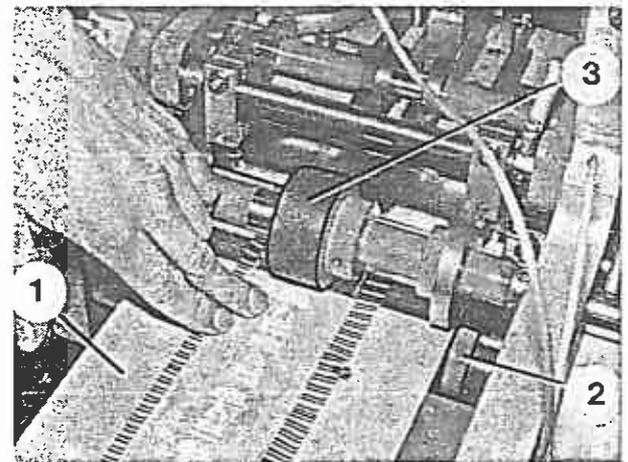

Bild 76
7. Einwickler über der Führungsplatte (Bild 76/1) verlegen und zwischen Hauptvorzugs- (Bild 76/2) und Gegenwalze (Bild 76/3) hindurchschieben.